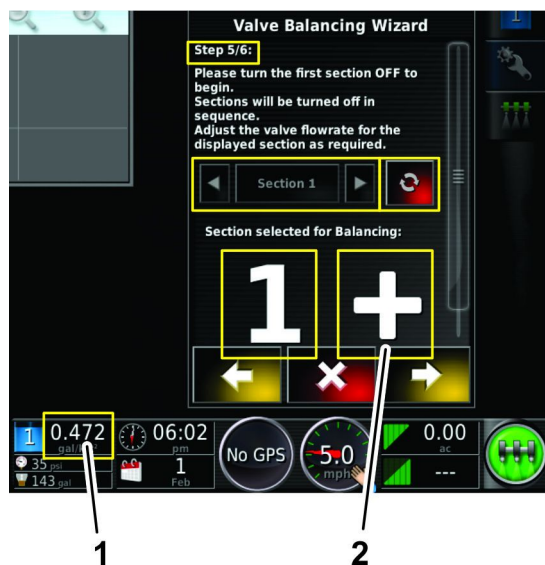

Figura 57
- A taxa de aplicação da válvula de seção está muito baixa (Figura 57).